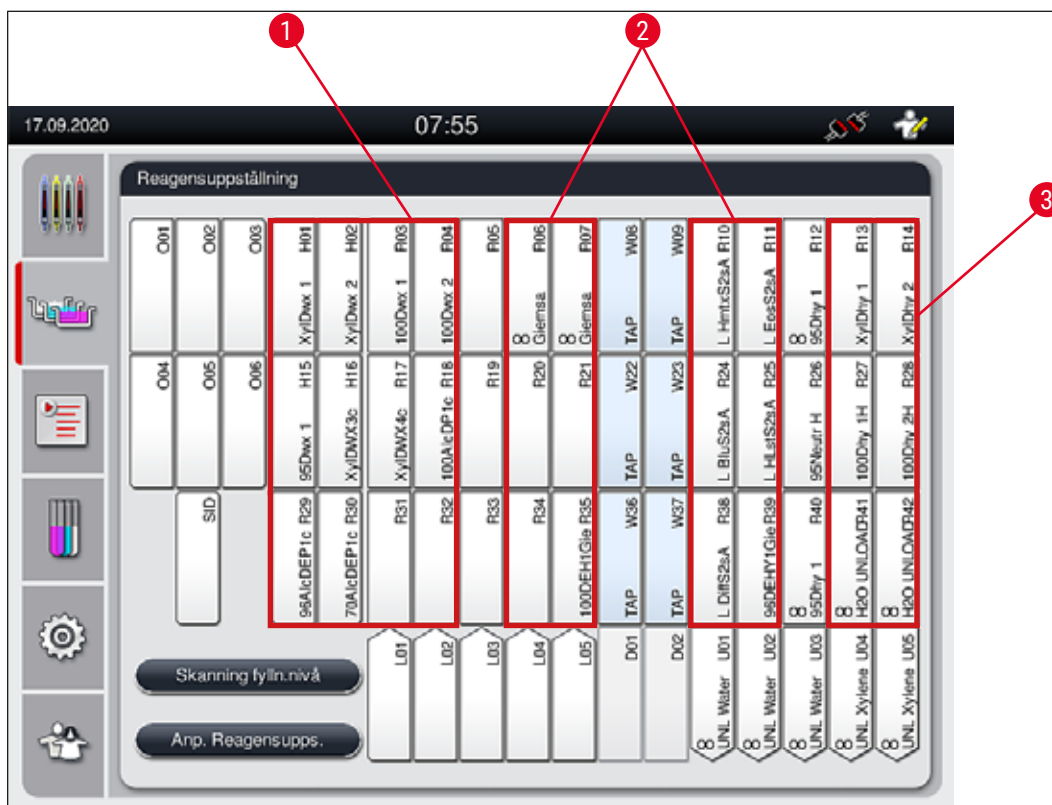

Bild 40
- Infärgningsreagenser som kräver ett efterföljande sköljvattensteg ska placeras nära sköljvattenkyvetterna (→ "Bild 40").